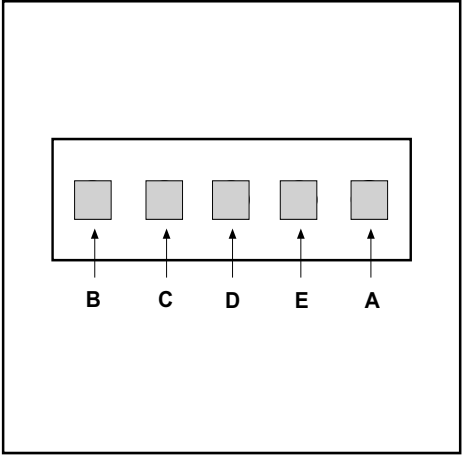

Fig.5
- **Bedieningspaneel:** (Fig.5) zijn de symbolen hieronder weergegeven: